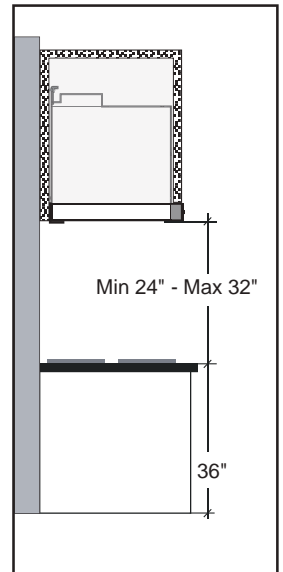
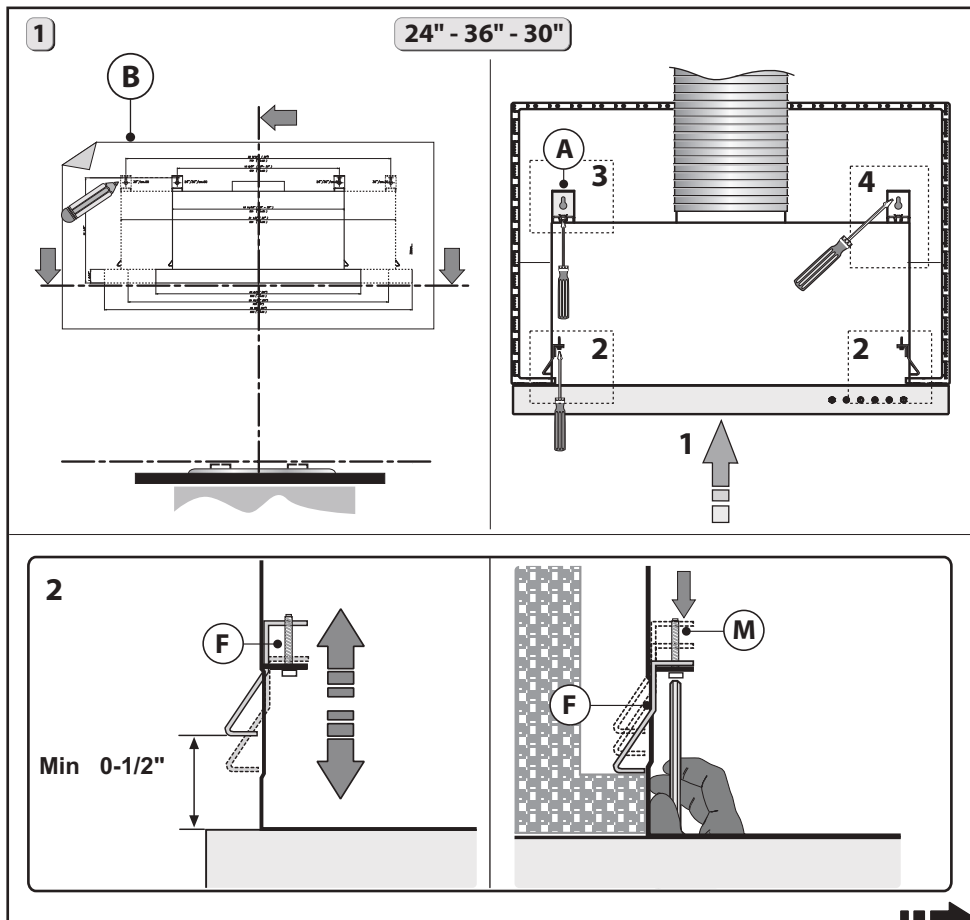

Fig.1
Fig.4
1 - Retire la clavija Y del soporte A. (La clavija Y puede desecharse). A continuación, coloque la pieza X en la ranura del soporte A, como se indica en la Fig. 4, etapa 3. Haga coincidir los tornillos C con la arandela L y fije el soporte A al armario como se indica en la Fig. 4, etapa 3.1. No apriete completamente los tornillos C para permitir que el soporte se deslice hacia adelante y hacia atrás. Coloque la plantilla B sobre el armario, teniendo en cuenta las medidas indicadas en las Figs 1 y 2 y la distancia mínima desde la superficie de cocción. Marque las referencias para fijar los soportes A al armario, como se indica en la Fig. 4.
2 - Asegúrese de que el grosor del armario está dentro de los parámetros indicados en la Fig. 4, etapa 2.
la campana al armario con el destornillador y los tornillos M correspondientes y apriételos hasta que la campana quede firmemente apoyada contra el armario (Fig. 4, etapa 2).
4 - Retire la clavija Y del soporte A. (La clavija Y puede desecharse). A continuación, coloque la pieza X en la ranura del soporte A, como se indica en la Fig. 4, etapa 3.
Después de cualquier ajuste para asegurar que el soporte toca el armario, apriete el soporte al cuerpo (Fig. 4, etapa 3.3).
Fije el tornillo D al armario como se indica en la Fig. 4, etapa 4.
Una vez que haya fijado la campana al armario, ajuste el espaciador L con los tornillos P para que el aparato quede alineado con la parte posterior del armario (Fig. 4, etapa 5).
3 - Asegúrese de que el grosor del armario está dentro de los parámetros indicados en la Fig. 4, etapa 2.
4 - Instale la campana en el armario y asegúrese de que los 2 muelles laterales F están conectados correctamente. Fije la campana al armario con el destornillador y los tornillos M correspondientes y apriételes hasta que el dispositivo quede firmemente apoyado contra el armario (Fig. 4, etapa 2).
5 - Fije la campana al estante de soporte superior como se indica en la Fig. 5, etapa 6. - Una vez que haya fijado la campana al armario, ajuste el espaciador L con los tornillos P para llenar el hueco entre la campana y la pared posterior. (Fig. 4, etapa 5).
Este modelo incluye la instalación lateral en el armario utilizando 2 soportes B (Fig. 6 además de las etapas 3 y 4, indicadas en la Fig. 4).
1 - Coloque la plantilla B sobre el armario teniendo en cuenta las medidas indicadas en las Figs 1 y 2 y la distancia mínima desde la superficie de cocción.- Marque las referencias para fijar los soportes A al armario , como se indica en la Fig. 6.
4 - Retire la clavija Y del soporte A. (La clavija puede desecharse). A continuación, coloque la pieza X en la ranura del soporte A, como se indica en la Fig. 4, etapa 3.
- Haga coincidir los tornillos C con la arandela L y fije el soporte A al armario como se indica en la Fig. 4, etapa 3.1. Procure no apretar completamente los tornillos C antes de que el soporte alcance firmemente el armario (Fig. 4, etapa 3.2). Después de cualquier ajuste, apriete el soporte al cuerpo (Fig. 4, etapa 3.3).
- Fije el tornillo D al armario como se indica en la Fig. 4 , etapa 4.
- Una vez que haya fijado la campana al armario, ajuste el espaciador L con los tornillos P para que el aparato quede alineado con la parte posterior del armario (Fig. 4, etapa 5).